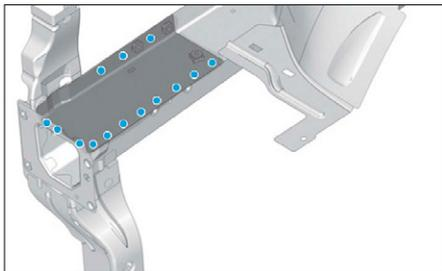

FIG. 10
- Souder par points électriques (Fig.10).